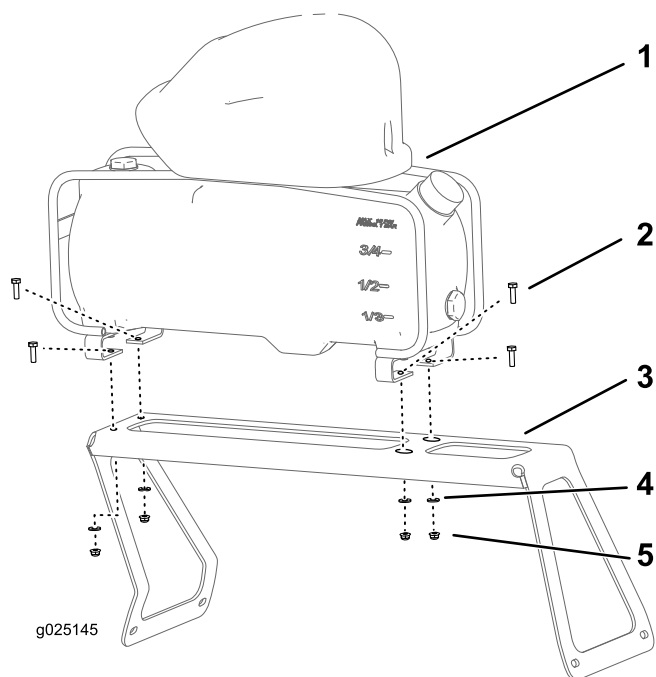

Figura 3
1. Alinee el depósito del marcador de espuma y el compresor en el soporte de montaje como se muestra en Figura 3.
2. Sujete el depósito y el compresor al soporte (Figura 3) con 4 pernos (1/4" x 7/8"), 4 arandelas (1/4") y 4 contratuercas con bridas (1/4").